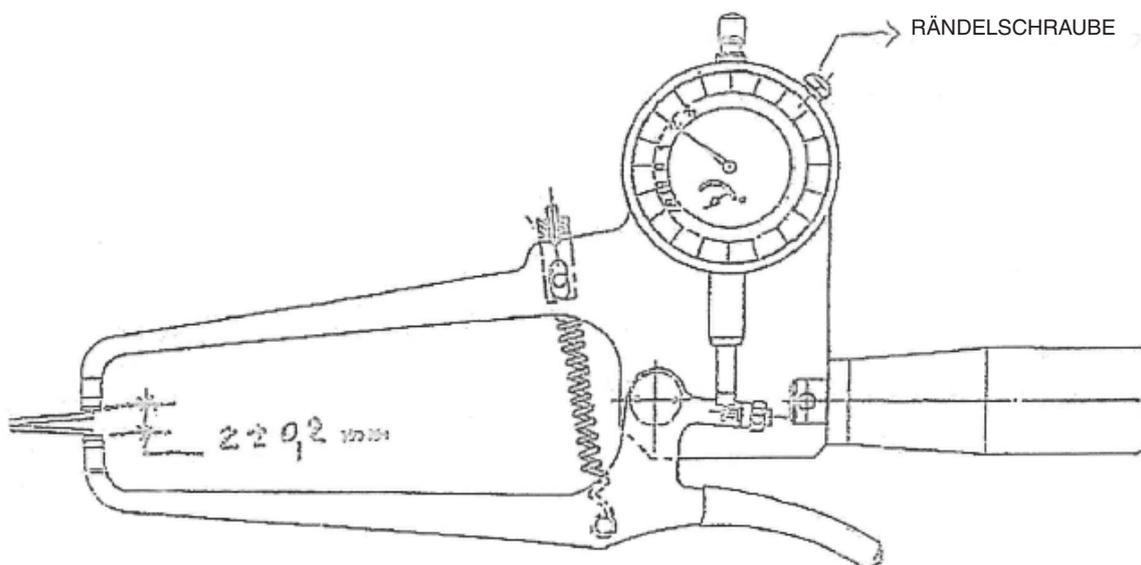

Abb. 1
- Lösen Sie die Rändelschraube an der Skalenscheibe und stellen Sie die Scheibe so ein, dass der Zeiger auf 0 zeigt, dann drehen Sie die Schraube wieder fest (Abbildung 1).
- Öffnen Sie die Schenkel der Caliperzange und schieben Sie das dynamometrische Blatt mit der elastischen Seiten zwischen die beiden Schenkel der Caliperzange. Halten Sie dabei das Ende der Scheibe abschließend an die Innenkante der Zange (Abbildung 1).